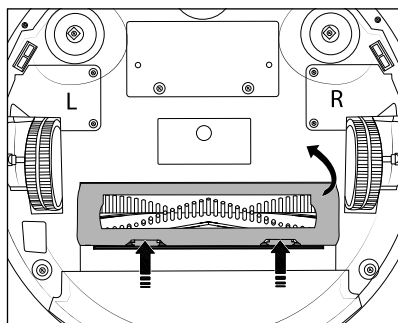

Fig. 14
- ◆ Premere i due tasti di sblocco della copertura del rullo a spazzola 17 per disimpegnarla. Togliere la copertura del rullo a spazzola 17 dall'apparecchio (vedere fig. 14).